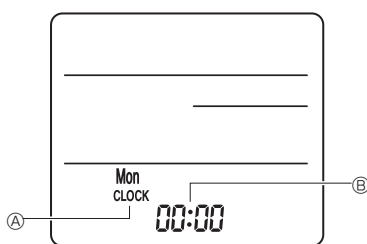

Fig. 6-8
3) Inställning (inställning av klockan) (Fig. 6-8)
① Sätt i batterier eller tryck på knappen ●_{CLOCK} med ett spetsigt föremål.